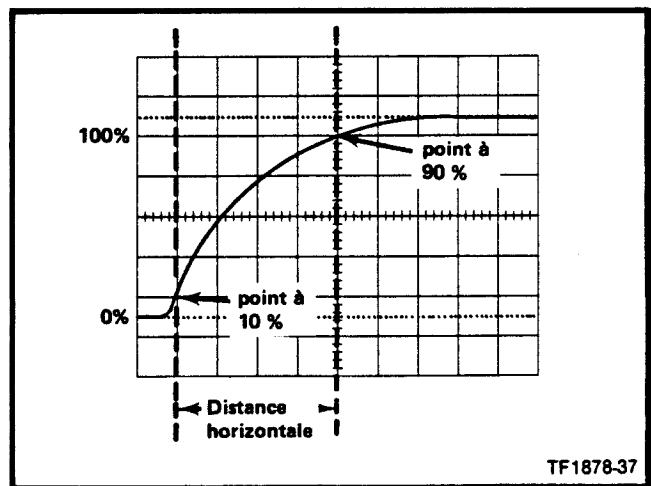

Fig. 2-6. Mesure du temps de montée.
4. Régler les commandes de déclenchement du balayage pour obtenir une représentation stable. Régler la commande SECONDS/DIV de manière que la vitesse de balayage soit la plus rapide possible mais telle que la distance séparant les points 10 % et 90 % soit inférieure à 8 divisions de déflexion horizontale (voir Fig. 2-6).